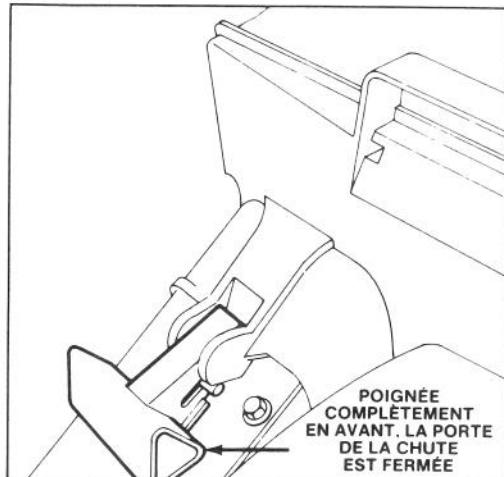

Figure 4
**PAILLIS** — En été, lorsque l'herbe pousse plus lentement et qu'elle est plus sèche, faites du paillis en fermant la porte de la chute (Fig. 4). Pour votre commodité et votre protection, laissez le sac à herbe sur la tondeuse.
5. VIDAGE DU SAC — Arrêtez le moteur et attendez que toutes les pièces en mouvement se soient arrêtées. Déplacez la poignée de commande de la porte de la chute vers l'avant pour engager la goupille de verrouillage dans le cran (Fig. 4). Saisissez les poignées situées devant de derrière le sac et enlevez le sac de la tondeuse. Inclinez graduellement le sac vers l'avant pour vider l'herbe coupée.